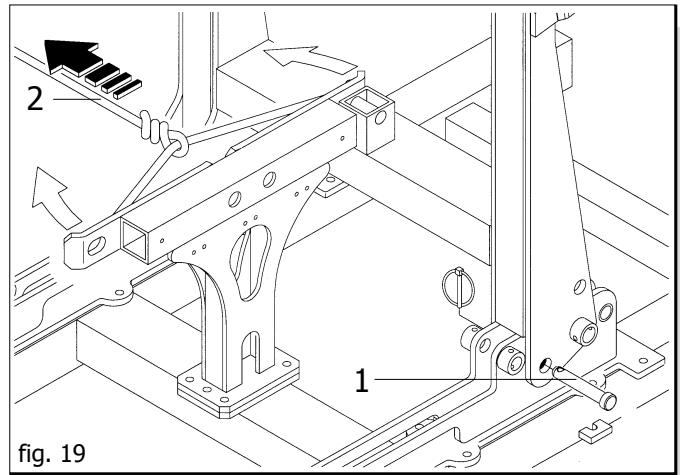

fig. 19
- Die Sicherheitsstifte entfernen (1 Abb. 19);
- Die Sicherheitsvorrichtung mittels des Seiles entsperren (2);
- Mit den Stiften absichern (3).